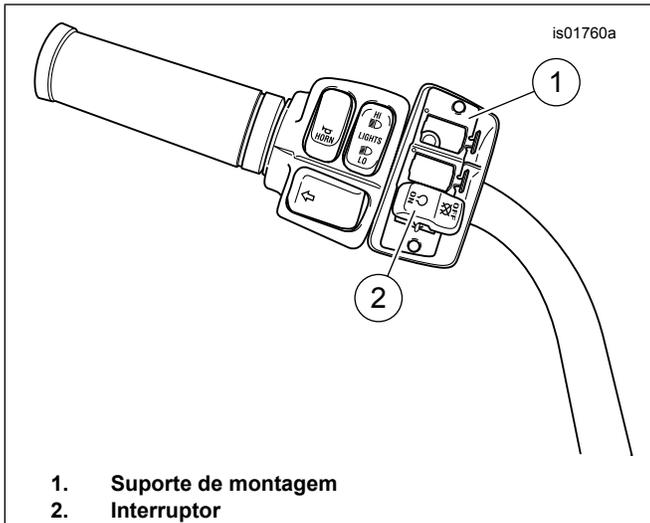

Figura 2. Suporte de montagem de acessórios auxiliar
- c. Veja a Figura 2. Remova o suporte de montagem do interruptor, junto com quaisquer interruptores e acessório fixados, do alojamento do interruptor. *Nota: Não é necessário remover o interruptor do suporte de montagem nem desconectar sua fiação para substituir as tampas.*